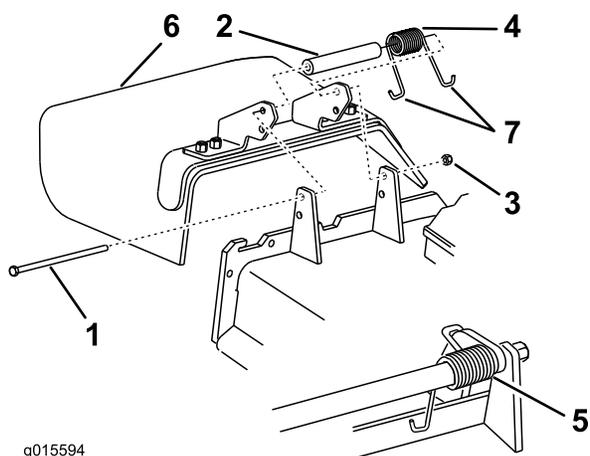

Figura 94
1. Retire la contratuerca, el perno, el muelle y el espaciador que sujetan el deflector a los soportes de pivote (Figura 94). Retire el deflector de hierba dañado o desgastado.
Nota: Asegúrese de colocar un extremo en **J** del muelle detrás del reborde de la carcasa antes de instalar el perno, según se muestra en Figura 94.
3. Instale el perno y la tuerca. Coloque un extremo en **J** del muelle alrededor del deflector de hierba (Figura 94).